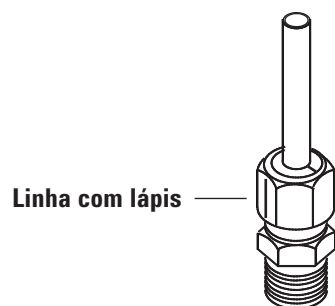

Figura 16. Marcar a conexão
- 6 Marque uma linha com lápis na porca. Consulte a Figura 16.